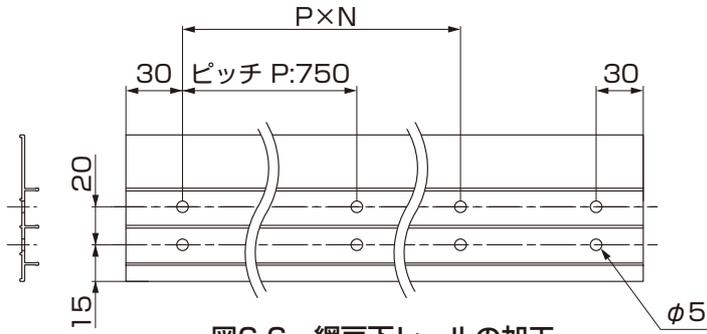

図6-6 網戸下レールの加工
- ① 網戸下レールにφ5の穴をあけてください。(図6-6、表6-3参照)